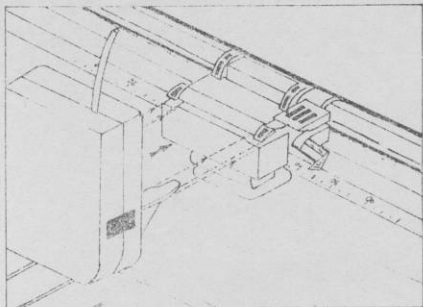

FIG 1
- 2/ Fixation de la tête de lecture sur la tête d'impression : Poussez doucement et à fond la tête de lecture dans les glissières (Fig 1).